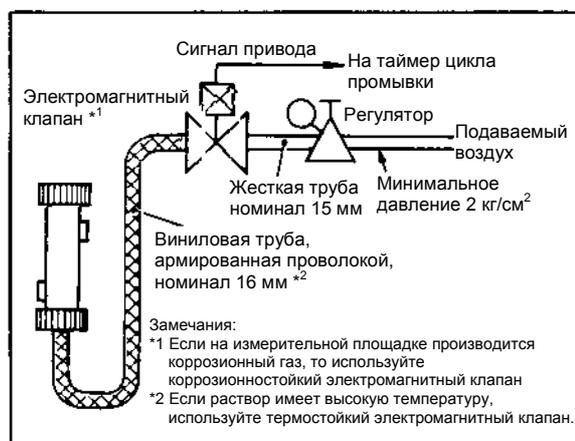

Рисунок 2-11 Типичное подключение воздушных труб для щеточного/струйного очистителя
- (1) Пример соединения воздушных труб (смотрите Рисунок 2-11).